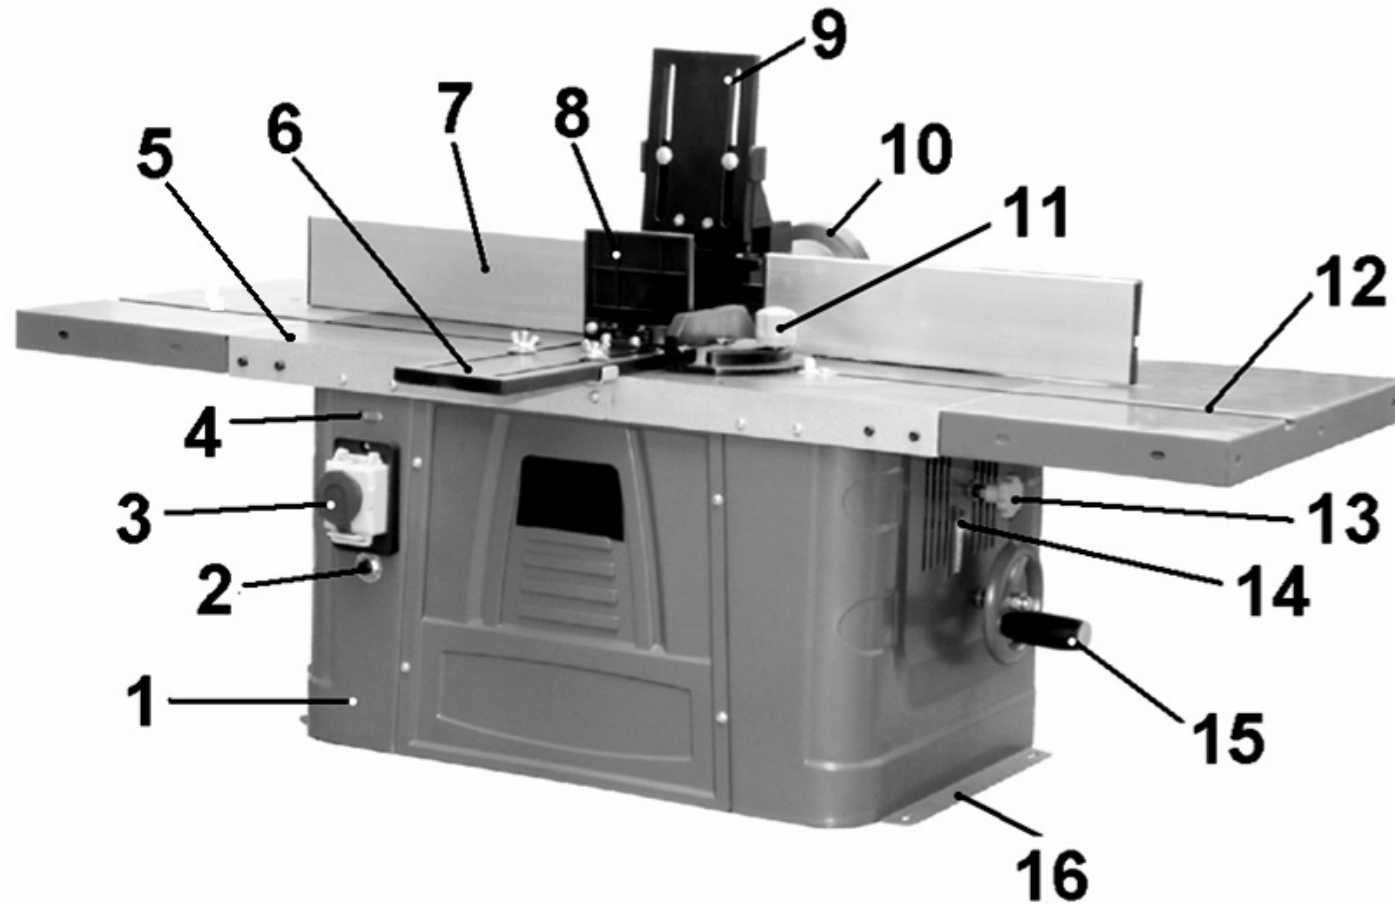

Рис.2
8.1. Установка удлинителей рабочего стола, Рис.2 - 4.